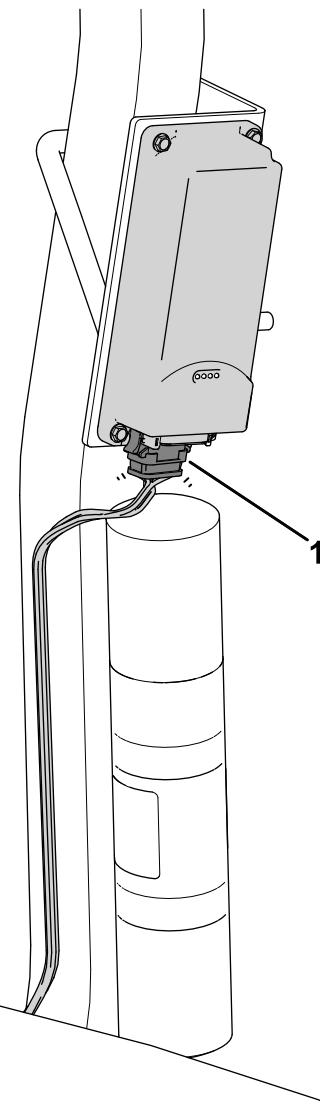

Figura 12
3. Instale o conector rotulado P02 na cablagem da telemática ao dispositivo de telemática Figura 12.